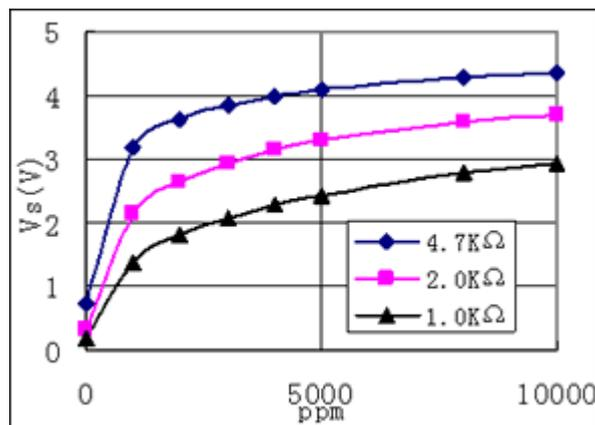
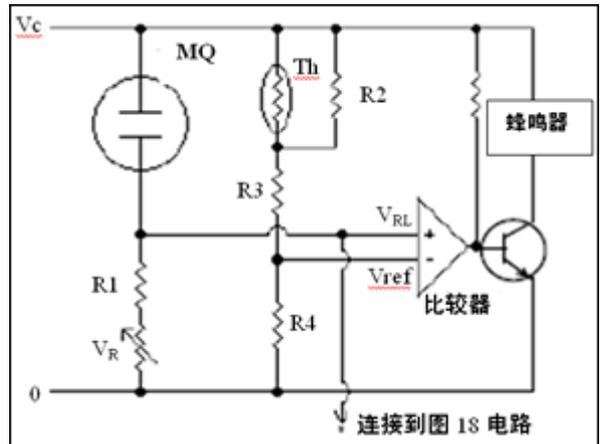
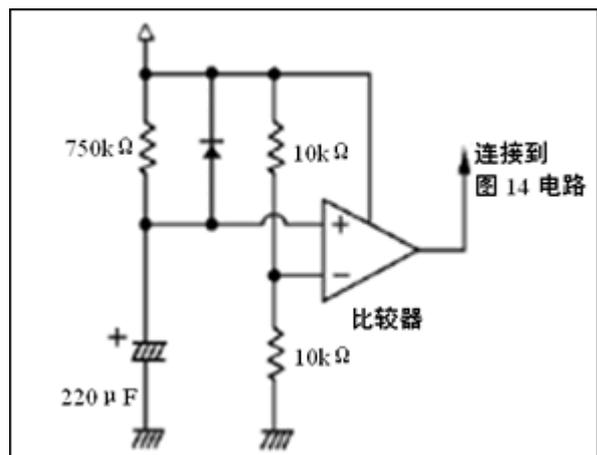

图12-敏感特性 (VRL)
图14-常用的温度补偿电路
图18-防止初始动作引发报警电路
在同样的电路（如图14）中，传感器配用不同的负载电阻RL（4.7KΩ，2.0KΩ，1KΩ）时，气体浓度与输出电压（VRL）的关系如图12所示。
传统的信号输出处理方法是使用比较器（图14）。当VRL超出设定值（Vref）时，比较器信号激发外部装置，比如蜂鸣器或LED灯。使用微处理器进行信号处理会更方便实用。它除了具有执行比较器的功能外，还具有其它一些有用的功能，例如温度补偿，自动校准等。
在给定的湿度条件下如：65%RH，使用热敏电阻可在一定程度上补偿温度影响，从而改变图14中的Vref。例如+40℃/65%RH下，Vref可从2.5V变化到3.1V，-10℃/65%RH下，Vref可从2.5V变化到1.
3.3 决定热敏电阻和附加电阻去拟合平均曲线。图14中补偿路的推荐值如下：
正如2-4部分所描述的那样，无论是否有被测气体出现，通电后最初的几秒内 R_s 急剧下降，引起 V_{RL} 超过 V_{ref} ，然后依照周围气氛趋向稳定（初始动作）。使用图18所示的回路可以避免最初预热过程传感器初始动作可能引起的误报警。此回路应与传感器回路图14中的 V_{RL} 连接。
使用类似于图18所示的延迟回路可以防止短暂存在的气体（如烹调中产生的乙醇蒸气）干扰引发的误报警。
2.6 调试（参考图14电路）